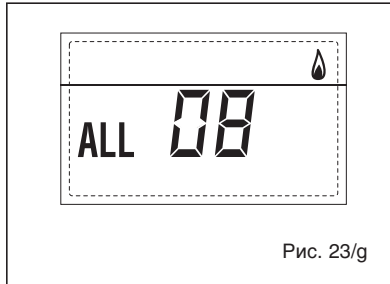

Рис. 23/g
– НЕПОЛАДКА ЦИРКУЛЯЦИИ ВОДЫ, «ТРЕВ. 09» (рис. 23/h)